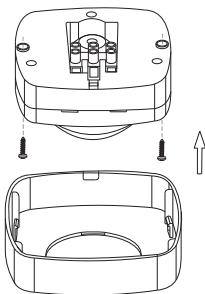
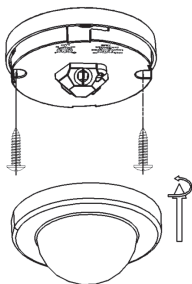

Рисунок 23 – Монтаж ДД 022, ДД 023
Рисунок 27 – Монтаж ДД 023
4.2.4 Монтаж ДД 022, ДД 023 (рисунок 23) и ДД 022 (IP54), ДД 023 (IP54) (рисунок 27, 28):